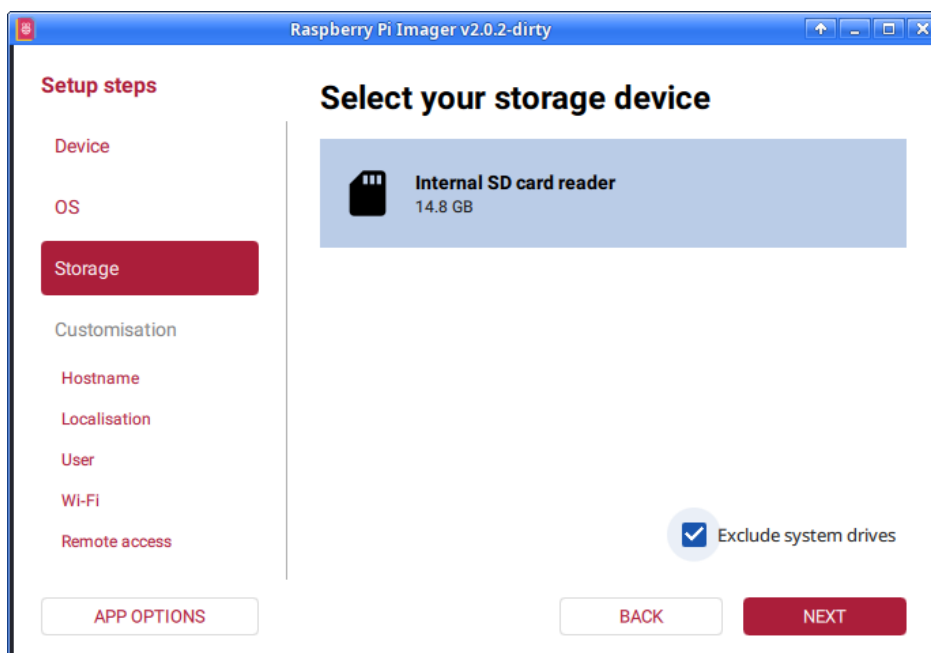

Figura 4: Seleccionar almacenamiento
- **Storage:** microSD (Figura 4)